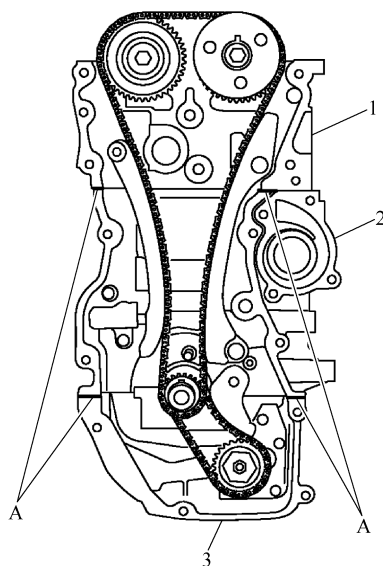

图 3-75 缸体上涂抹密封胶的位置
① 如图 3-75 所示,用压缩器(通用维修工具)将密封胶连续地涂抹到缸体上。